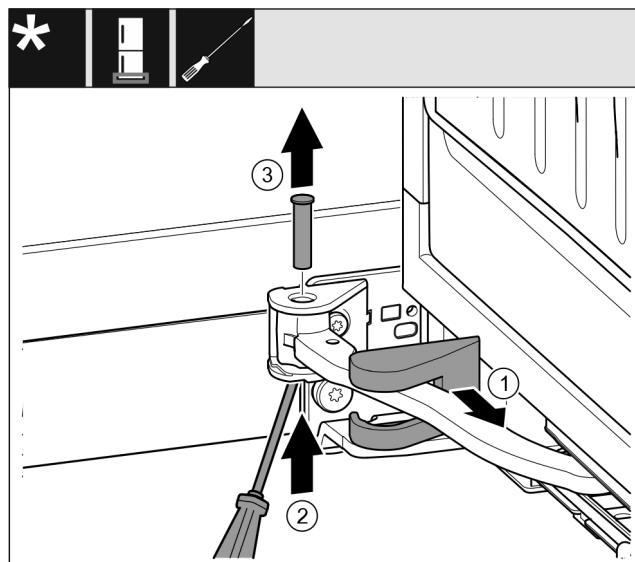

Fig. 13
- Lagerbockabdeckung abziehen und entlang des Gelenks verschieben. Fig. 13 (1)
- Bolzen mit Finger oder Schraubendreher von unten anheben. Fig. 13 (2)
- Mit Schraubendreher unter den Bolzenkopf fahren und herausziehen. Fig. 13 (3)